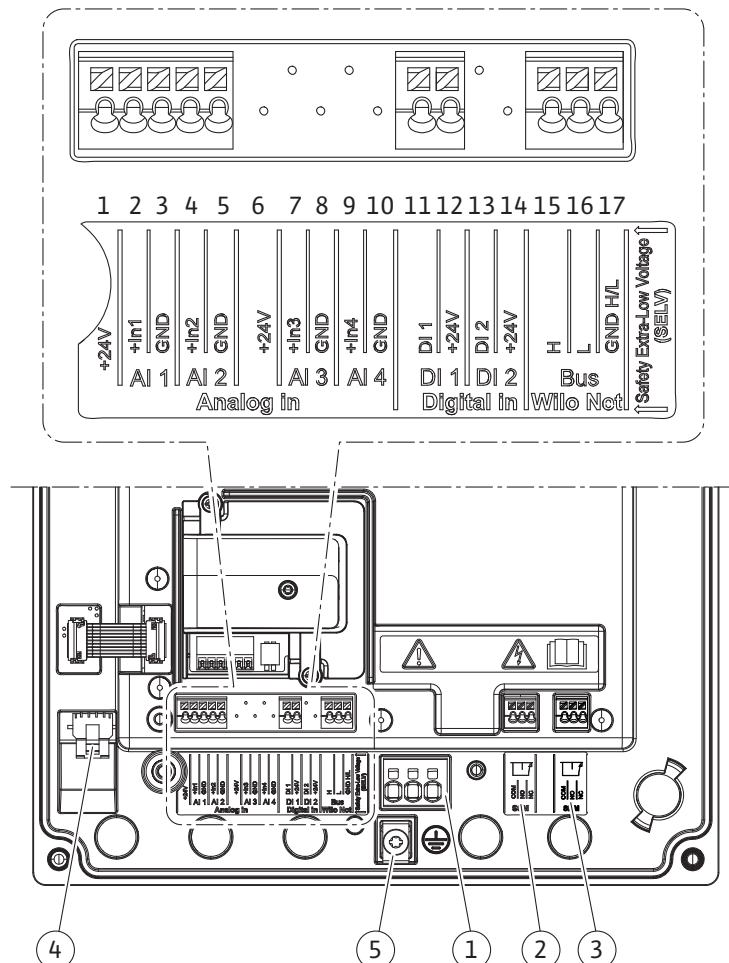
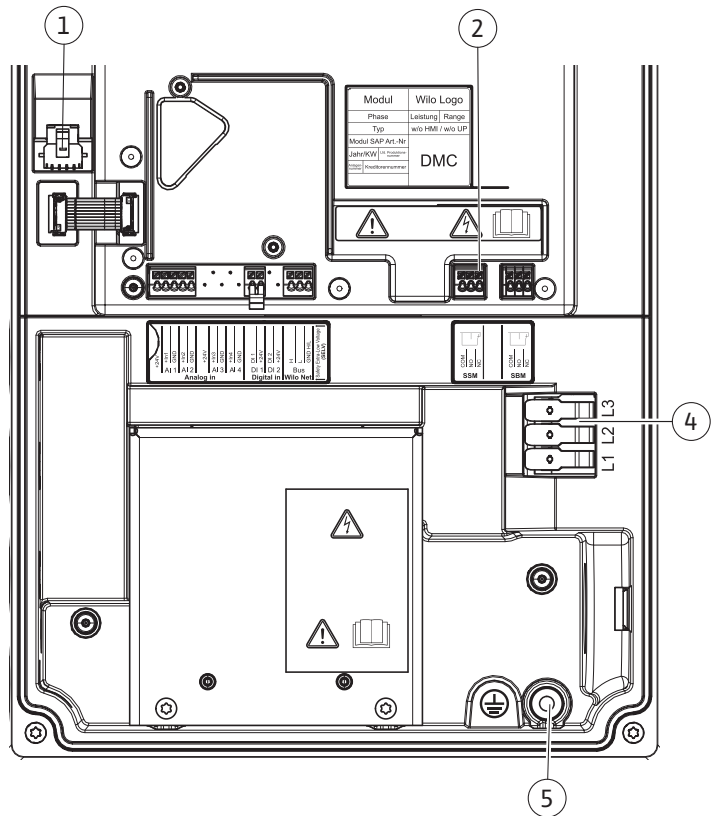

Fig. 25: Yleiskatsaus liittimet moduulissa (0,37 kW...7,5 kW)
Fig. 26: Yleiskatsaus liittimet modulissa (11 kW...22 kW)
Verkkoliitäntä Fig. 25, pos. 1 Fig. 26, pos. 4
Maadoitusruuvi Fig. 25 ja 26, pos. 5